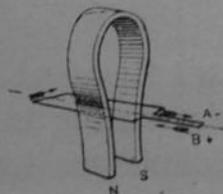

Fig. 17.
(1) Cela se comprend très facilement en suivant le raisonnement ci-dessous sur les figures 17 et 18 :
Supposons que pour la position (fig. 17) de notre enroulement, le courant ait le sens de la flèche allant de (A +) à (B -). L'induit ayant tourné